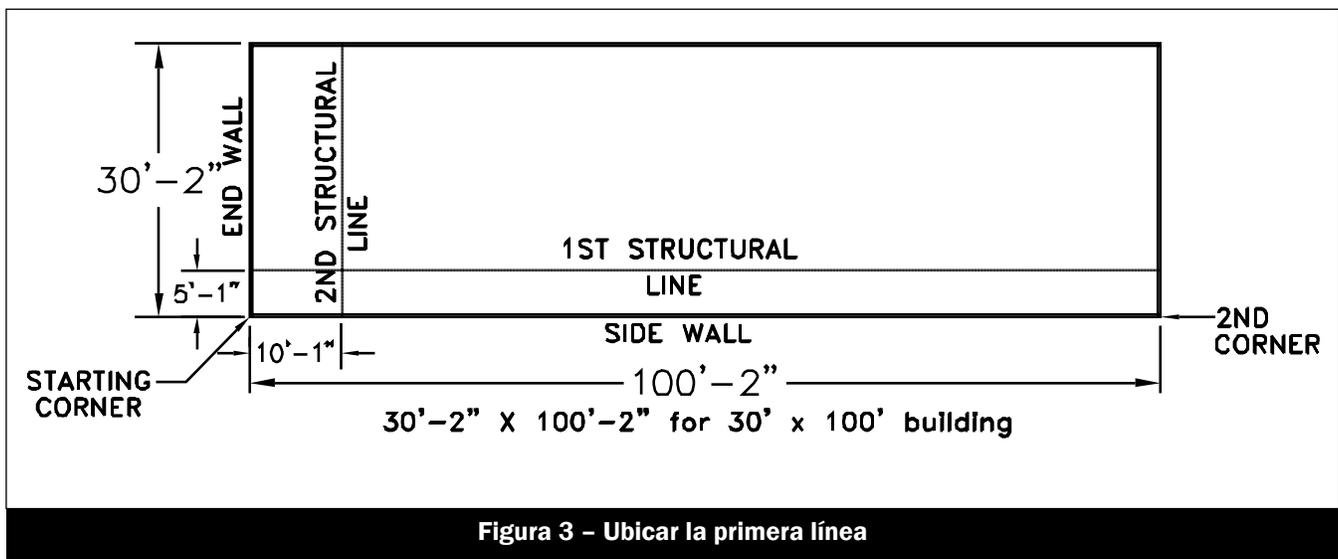

Figura 3 - Ubicar la primera línea
6.12 El largo y el ancho deben ser los que se indican en los diagramas y detalles. Si no coinciden, repare la losa antes de continuar. Consulte la Figura 3 en la página 9.
49.2 Ubicar el primer borde estructural: Seleccione una esquina desde la que quiera comenzar (véase la Figura 3), preferiblemente una que esté a escuadra. Mida 5' 1" a lo largo de la pared del perímetro y marque esta ubicación. Desde la segunda esquina, mida 5' 1" a lo largo de la pared del perímetro y marque esta ubicación. Trace una línea de tiza entre las marcas. Idealmente, la línea de tiza estará a un mínimo de 5' 0" desde el borde de la losa en cualquier punto a lo largo de la pared lateral.